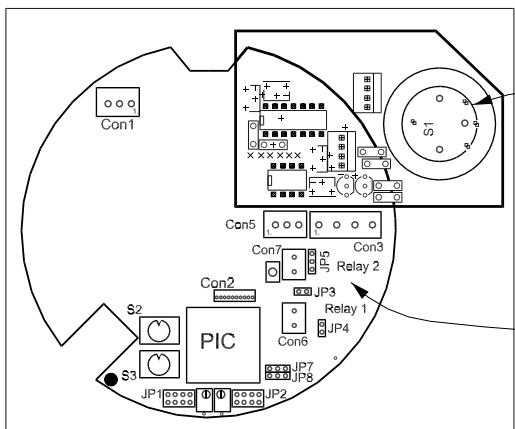

fig. 1
Løsn de tre skruer, som holder følerprintkortet på plads (fig.1, pos. 1). Fjern følerprintkortet ved forsigtigt at trække printkortet lodret op og ud af hovedprintkortet.
Unscrew the 3 screws that holds the sensor PCB (fig.1, pos 1). Remove sensor PCB by carefully pulling the PCB vertically upwards from the Mother PCB.